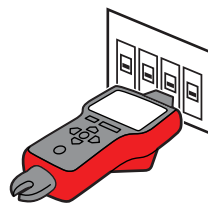

Figura 3.5b
- a) L'unità si avvierà automaticamente in modalità 1 <logo> SCAN (Scansione), come mostrato nella Figura 3.5b.